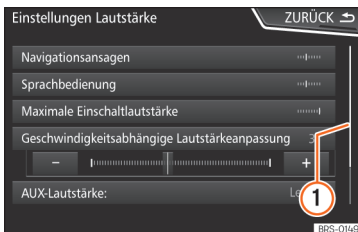

Abb. 145 Listeneinträge eines Einstellungsmenus.
Auf der rechten Seite befindet sich die Scroll-Leiste, deren Größe von der Anzahl der Listeneinträge abhängt » Abb. 145 ①.